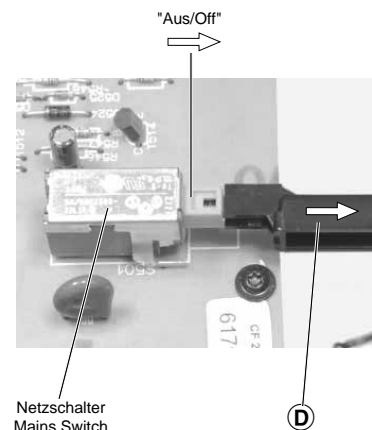

Fig. 4
- Netzschalter in Stellung "Aus" bringen und danach den Netzschalterstößel (D) abziehen (Fig. 4).
- Set the power switch to "Off", then disengage the push-rod (D) of the power switch (Fig. 4).